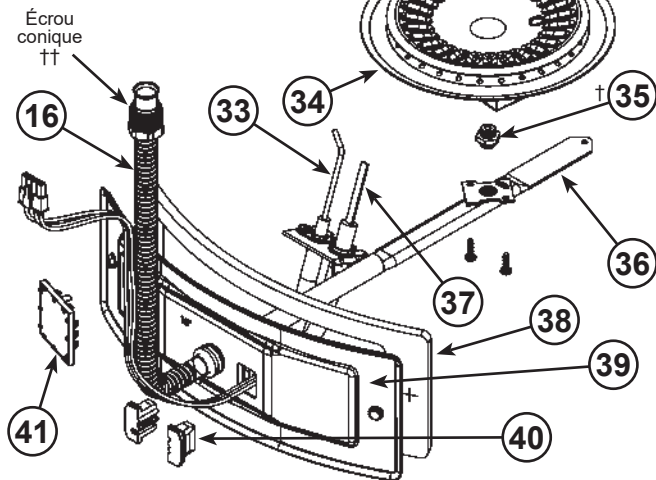
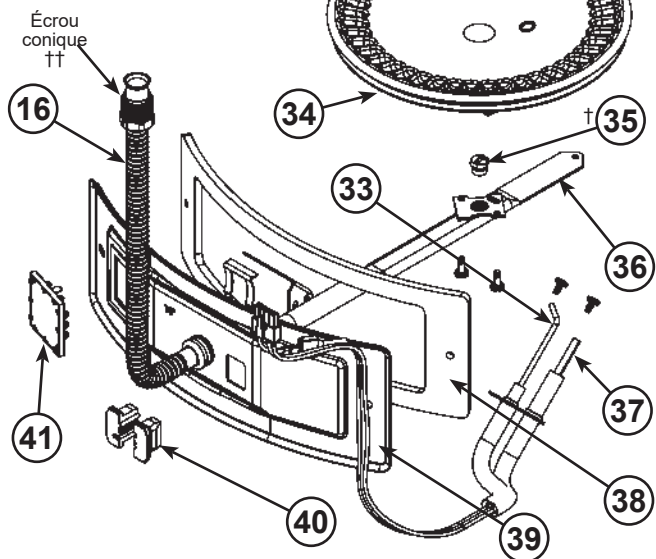
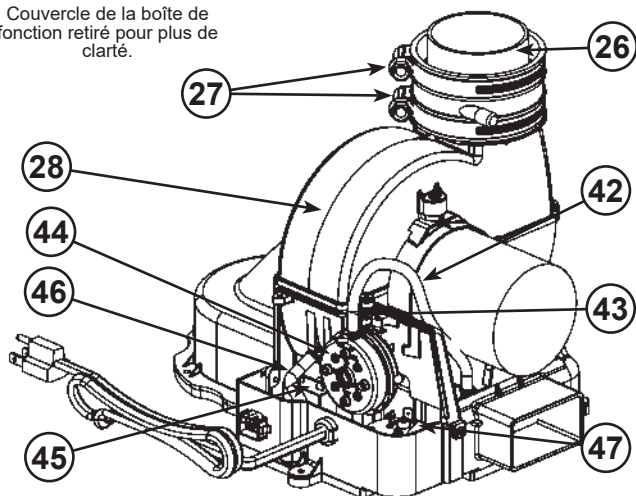

Figure 3.
Figure 4.
Figure 5.
| 1 Coude de terminaison avec grille | 15 *Drain de plancher | 34 Brûleur en tôle (voir Figure 3 et Figure 4) |
| 2 *Conduit d'évacuation | 16 Tube flexible du collecteur (voir Figure 3 et Figure 4) | 35 Orifice de gaz (voir Figure 3 et Figure 4) |
| 3 *Coude du conduit d'évacuation (long rayon) | 17 ***Harnais de câbles | 36 Collecteur (voir Figure 3 et Figure 4) |
| 4 *Raccord-union diélectrique | 18 *Collecteur de sédiments | 37 Allumeur à élément chauffant (voir Figure 3 et Figure 4) |
| 5 Raccord entrée d'eau froide/tube d'immersion | 19 *Raccord-union (alim. en gaz) | 38 Joint d'étanchéité, porte du collecteur (voir Figure 3 et Figure 4) |
| 6 **Raccord d'alimentation pour chauffage combiné (optionnel) | 20 *Robinet d'arrêt manuel du gaz | 39 Porte du collecteur (voir Figure 3 et Figure 4) |
| 7 Soupape T&P | 21 *Alimentation en gaz | 40 Bloc passe-fil et étrier (voir Figure 3 et Figure 4) |
| 8 * Tuyau d'écoulement | 22 Anode (sous capuchon) | 41 Regard (voir Figure 3 et Figure 4) |
| 9 **Raccord de retour pour chauffage combiné (optionnel) | 23 Déflecteur de cheminée | 42 Tube d'air (apport) (voir Figure 5) |
| 10 Commande du gaz/thermostat (Honeywell) | 24 Raccord combiné sortie d'eau chaude/anode | 43 Limiteur de température, soufflerie (voir Figure 5) |
| 11 Robinet de vidange | 25 *Robinet d'arrêt manuel, eau froide | 44 Pressostat apport d'air (NF) (dans boîtier) (voir Figure 5) |
| 12 Porte d'accès externe | 26 ****Accouplement en caoutchouc (voir Figure 5) | 45 Condensateur (voir Figure 5) |
| 13 Assemblage de la porte du collecteur (non illustré) (voir Figure 3 et Figure 4) | 27 Collier de serrage (voir Figure 5) | 46 Tube d'air (évacuation) (voir Figure 5) |
| 14 *Bac d'égouttement en métal | 28 ***Soufflerie et cordon d'alimentation (voir Figure 5) | 47 Pressostat évacuation (NO) (dans boîtier) (voir Figure 5) |
| | 33 Détecteur de flammes (voir Figure 3 et Figure 4) | |
Ce dispositif, situé sur la soufflerie (voir Figure 5, item 43), a pour fonction de limiter la température des gaz de combustion à la sortie de la soufflerie. Si la température monte au-dessus de la température de déclenchement, l'interrupteur s'ouvre et provoque l'arrêt du chauffe-eau. Cet interrupteur se réarme automatiquement quand la température redescend.
Le fonctionnement de la soufflerie et du chauffe-eau est contrôlé par deux pressostats situés dans la boîte de jonction (voir Figure 5, item 44 et item 47). Ces dispositifs raccordés en série surveillent la pression d'air générée par la soufflerie. Si le conduit d'évacuation se bloque ou si sa capacité est autrement restreinte, l'interrupteur normalement ouvert s'ouvre et provoque l'arrêt du chauffe-eau. Si le conduit d'approvisionnement d'air se bloque ou si sa capacité est autrement restreinte, l'interrupteur normalement fermé se referme et provoque l'arrêt du chauffe-eau.